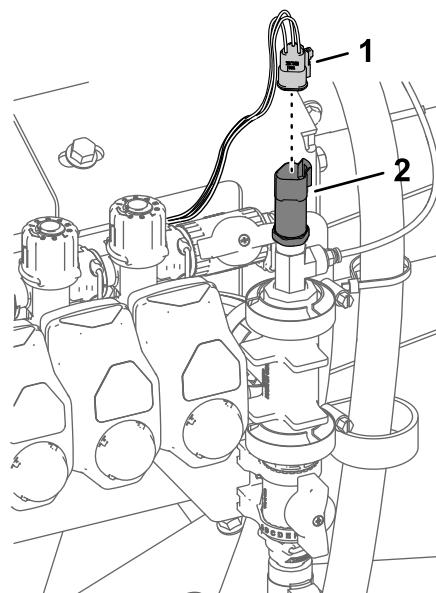

Figure 46
4. Branchez le connecteur à 3 douilles du transducteur (Figure 46).